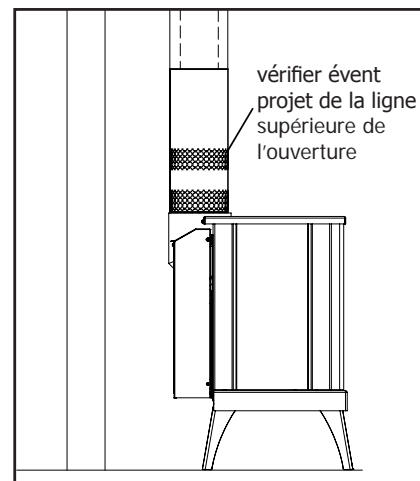

Figure 48: projet de test de lieu
4. Après un minimum de 10 minutes opération, tester le tirage de la cheminée avec une allumette de fumée de la ligne supérieure du motif pour confirmer qu'il ya projet ou «pull» au niveau des ouvertures dans le corps de la hotte à air adaptateur adéquat, comme indiqué dans Figure 48.